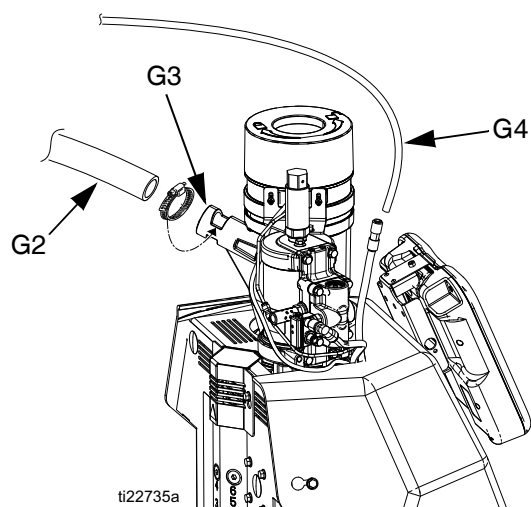

FIG. 8
- Sätt i den genomskinliga vakuumöverföringsslangen (33 mm/1,3 tum ytterdiameter) (G2) i trattens intag för vakuumöverföring (G3) och fäst med medföljande slangklämman. Slangklämman bör placeras över utskärningen i trattinloppet där det kan hålla fast överföringsslangen ordentligt. Se FIG. 8.
- Anslut den långa medföljande 3/8 tums (ytterdiameter) luftledningen (G4) i 3/8 tums påskjutskopplingen på luftledningen från systemet. Se FIG. 8.